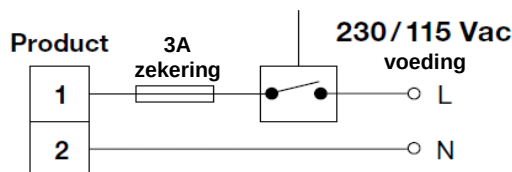

Fig. 4
3. Alle geleiders waar spanning op zit, dienen voorzien te zijn van een zekering (zie fig. 4 en 5).